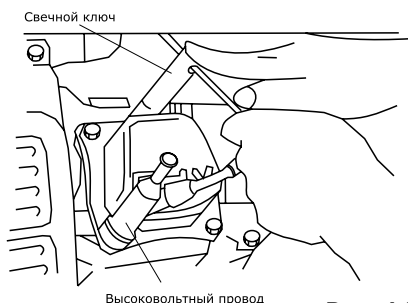
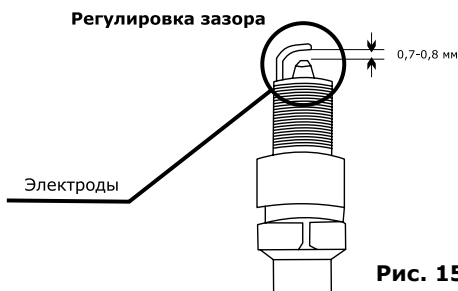

Рис. 14
Рис. 15
- Выверните свечным шестигранным ключом, входящим в комплект поставки (рис. 14), и осмотрите свечу (рис. 15). Электроды свечи должны иметь светло-коричневый цвет.
- Проверьте величину зазора между заземляющим и центральным электродами, используя специальный щуп. При необходимости установите зазор 0,76 мм (рис. 15).